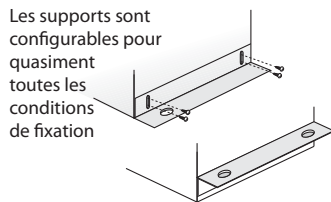

Figure 3 — Supports de fixation
2. Attacher les supports de fixation réglables à l'appareil, mais ne pas serrer les vis avant d'avoir déterminé la hauteur correcte, voir Figure 3.